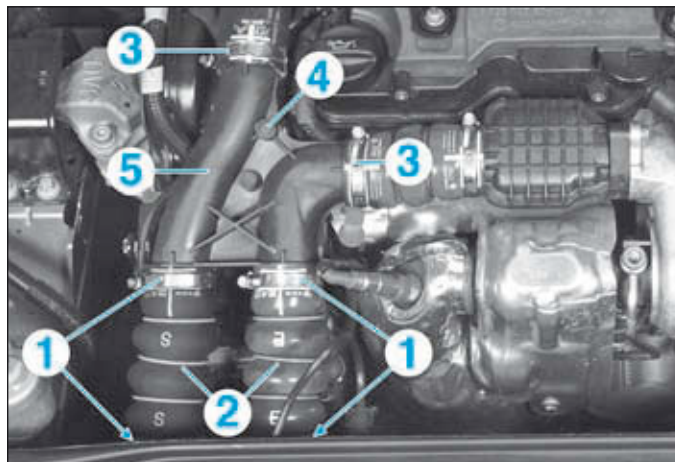
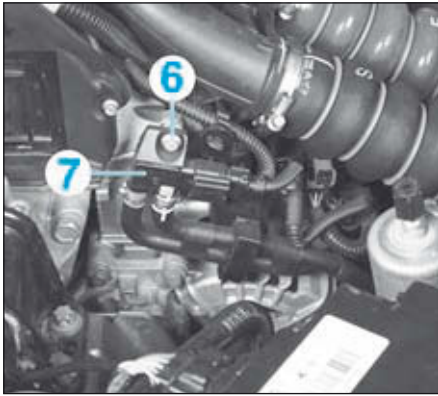

FIG.3
FIG.4
- Desserrer les colliers (1) et déposer les raccords d'air de suralimentation (2) de l'échangeur air/air (Fig.3).
- Desserrer les colliers (3).
- Déposer la vis (4) et le boîtier bypass d'air de suralimentation (5).
- Déposer la vis (6) et écarter le capteur de pression différentielle du filtre à particules (7) (Fig.4).